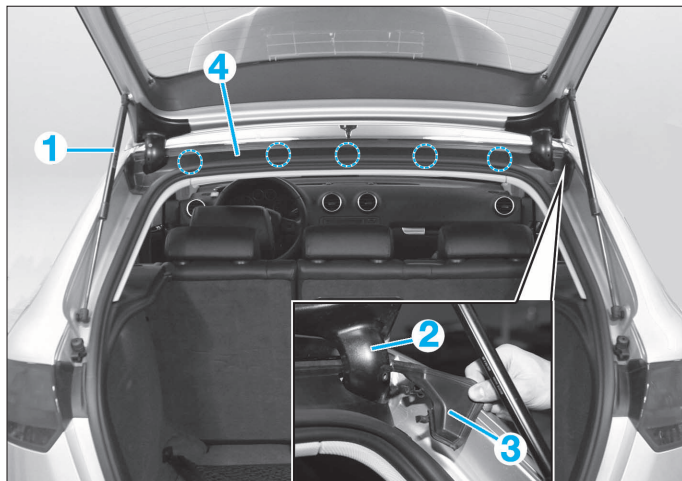

FIG. 73
- les vérins (1) (Fig.73).
- les caches de charnière (2).
- les garnitures latérales (3) et centrale (4).